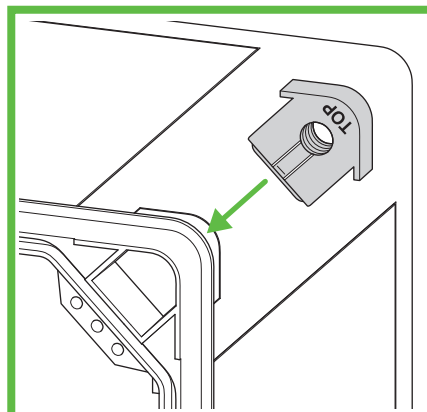
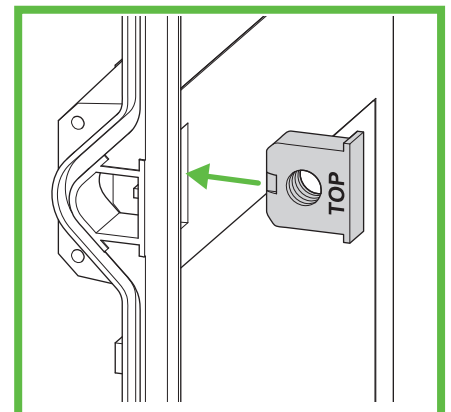

Abb. 8: Gewindeeinschub montieren (Ecke)
Abb. 9: Gewindeeinschub montieren (Seite)
- ▶ Montieren Sie die Gewindeeinschübe (Abb. 8 und Abb. 9). Die Aufschrift „TOP“ muss zum Gehäusedeckel zeigen.